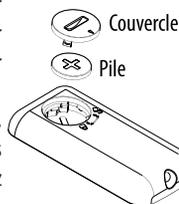

Fig. 1
- Pour remplacer les piles, retirez le couvercle des piles en le tournant. Remplacez la pile en prenant soin de respecter la polarité correcte (voir figure 1).